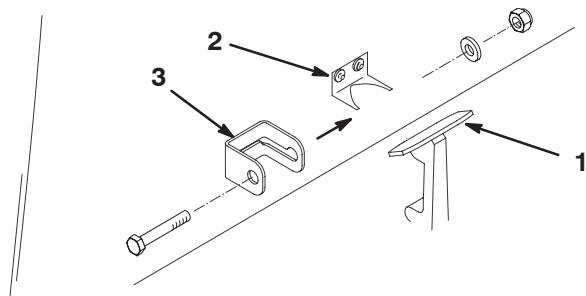

Figure 4
1. Décrochez le verrou du capot de son support (Fig. 4).
2. Glissez la patte de blocage du capot sur le verrou (Fig. 4).
3. Raccrochez le verrou sur le support du capot (Fig. 4).
4. Insérez un boulon (1/4 x 1-1/2") dans la patte de blocage du capot et fixez-la à l'aide d'une rondelle plate et d'un contre-écrou (Fig. 4).